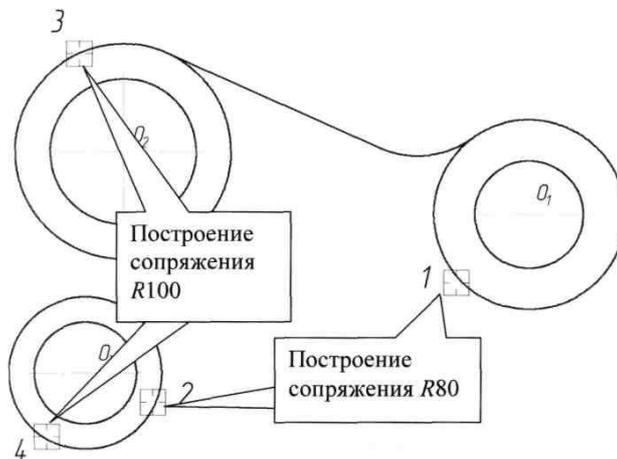

Рисунок 29
5. Аналогично постройте плавные сопряжения дугами R100 и R80 (рис. 29). При выполнении скруглений большое значение имеет место указания объектов. Если при выполнении скругления R80 укажете мишенью окружности в точках 1 и 2 при выполнении скругления R100 укажете мишенью окружности в точках 3 и 4.